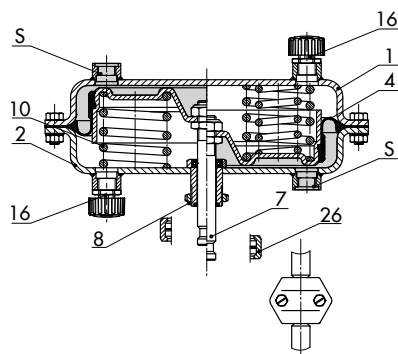

Fig. 7 : Type 3271 · Moitié droite avec ressorts supplémentaires
**Légende des Fig. 7 à Fig. 14**